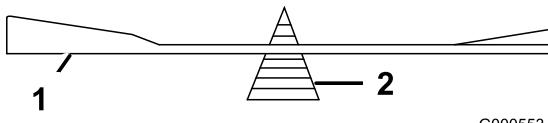

Figure 47
2. Vérifiez l'équilibre de la lame en la plaçant sur un équilibrEUR (Figure 47).